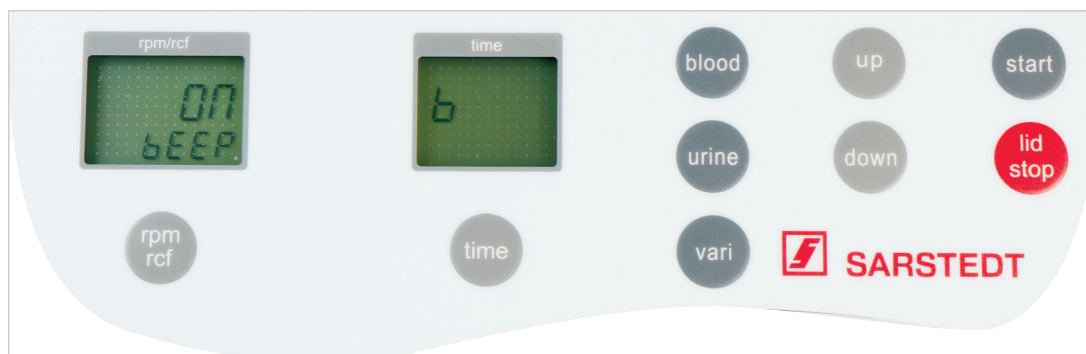

Figure 5
à l'aide des touches « up » (7) et « down » (7). Puis, la notification « ON/BEEP » apparaît dans le champ d'affichage « rpm/rcf » (A-1). Après avoir activé la touche « rpm/rcf » (2), la tonalité des touches peut être activée (On) ou désactivée (Off) à l'aide des touches « up » (7) et « down » (7) (voir Figure 5).